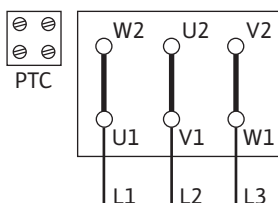
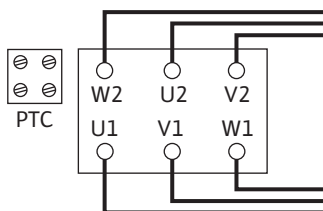

Fig. 10: Rozběh Y-Δ
Fig. 11: Zapojení Δ
- Síťová přípojka závisí na výkonu motoru P2, na síťovém napětí a na druhu startu. Potřebné spínání spojovacích můstků ve svorkovnici lze vyčíst z následující tabulky a z Fig. 10 a Fig. 11.
Rozběh Y-Δ (standard)	Odstraňte spojovací můstky (Fig. 10).
Spuštění softstartérem	Spínání Δ (Fig. 11)